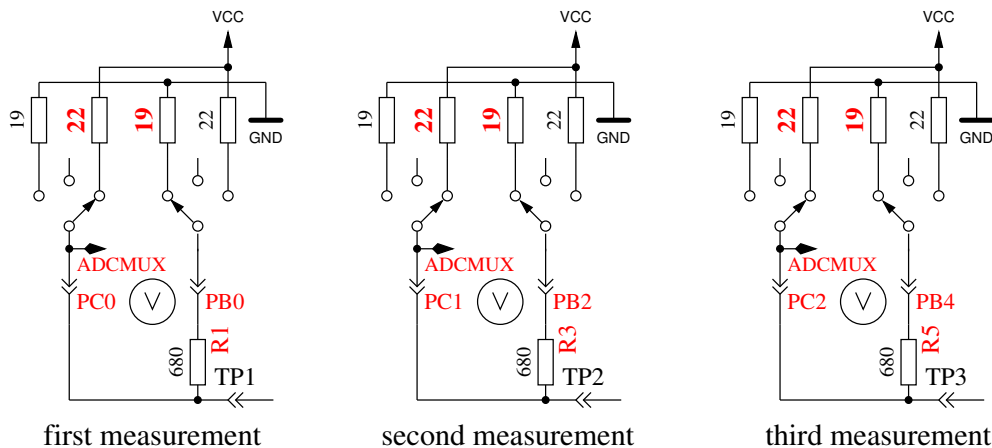

Abbildung 4.29: Messung des Innenwiderstandes des auf VCC geschalteten Port C Ausgängen.
8. **Messung des Innenwiderstandes von auf VCC geschalteten Port Ausgängen.** Der benötigte Strom wird von auf GND geschalteten 680Ω Widerständen geliefert. Der Text in der ersten LCD Zeile ist „Ri.Hi= (mV)“. In der zweiten Zeile des LCDs werden drei Spannungswerte angezeigt als Differenz zu VCC. Es ist die gleiche Messung wie die in Test 7 zur anderen Seite, wie in Abbildung 4.29 gezeigt wird. Mit folgenden Schritten können Sie den Innenwiderstand berechnen: Um den Strom zu berechnen: $(5001 - (\text{Ergebnis von Test 7}) - (\text{Ergebnis von Test 8})) / 680$. Sie können beide Widerstandswerte erhalten, indem Sie die jeweilige Spannung (Ergebnisse von Test 7 oder Test 8) durch diesen Strom dividieren.